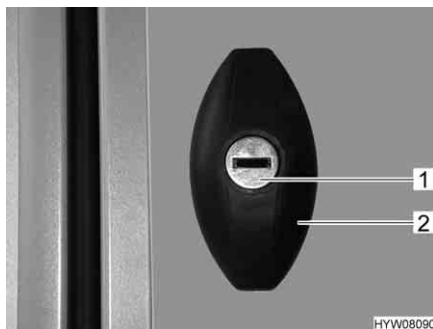

Fig. 40 Serratura dello sportello, ellittico, chiuso
- Inserire la chiave nel cilindro della serratura (Fig. 40,1) e ruotare in senso antiorario di un mezzo giro. La maniglia della serratura (Fig. 40,2) scatta all'infuori.